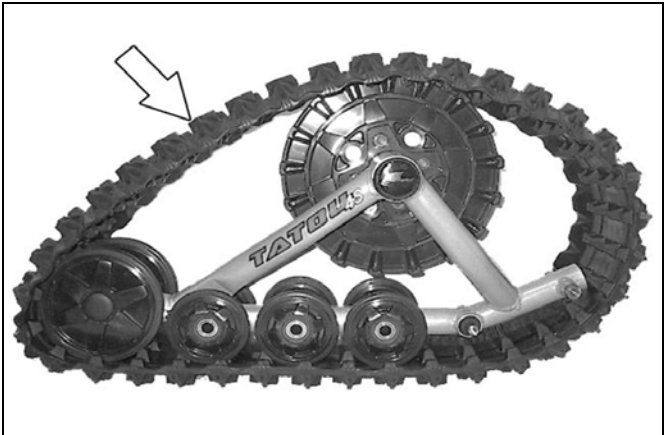

Abbildung 24
- Montieren Sie die Gummikette (siehe Abbildung 24).